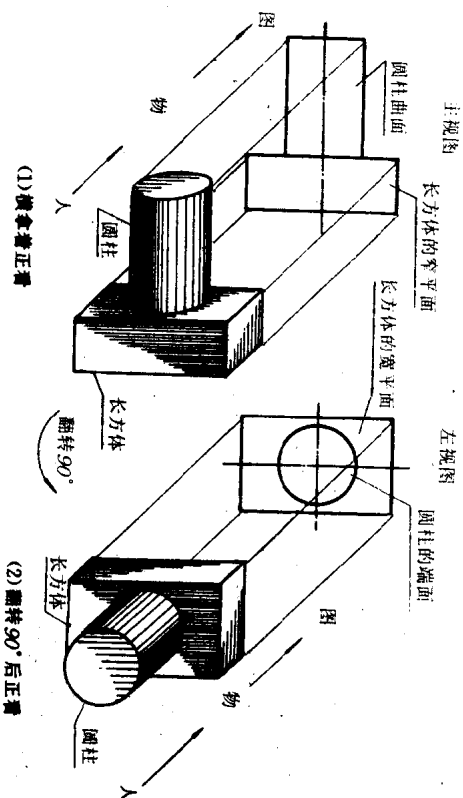
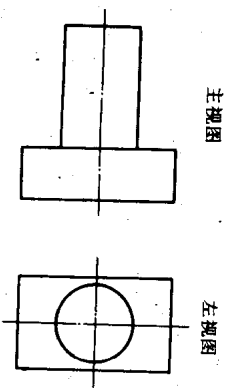

图 1-4 视图是怎样画出来的
图 1-5 把两个视图合起来
走样，那末怎样才能使画出的图形不走样呢？人们的实践证明，正对着物体去看，画出的图形就不会走样。例如把图 1-4 所表示的物体横拿在手中，正对它看去，能看到长方体的窄平面和圆柱的曲面，画出来就象图 1-4 (1)；再把这个物体向右翻转 90° 后正对着看，画出的图形便是图 1-4 (2)。这样，每一个图形就能正确反映物体一个方面的形状，如果把这两个图按照图 1-5 那样结合起来，整个物体的形状就完整而又准确地表示出来了。
在图 1-4 中我们讲到: 把物体翻转 90° 后去画, 就得到左视图; 如果把物体向下翻转 90° 画, 就得到俯视图。这与侧面和水平面要展开的道理一样。